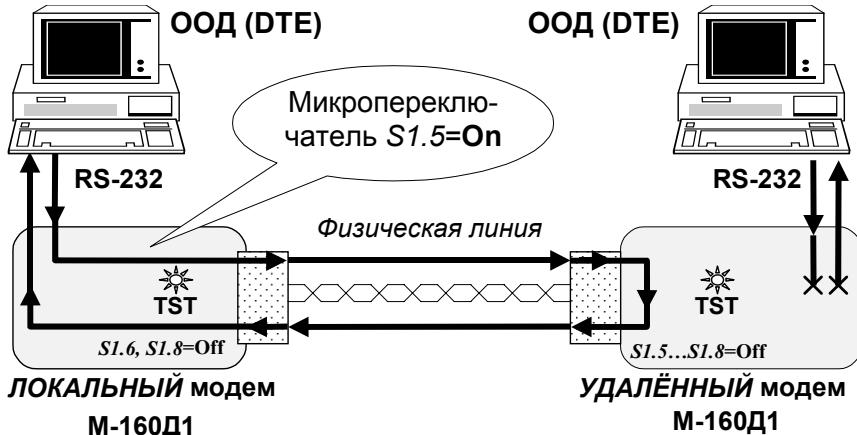

Рис. 8 Проверка Удаленный шлейф (RDL)
Проверка Удаленный шлейф (**RDL**) устанавливает заворот данных (шлейф) на УДАЛЕННОМ модеме в сторону ЛОКАЛЬНОГО модема. Проверка Удаленный шлейф (**Remote Digital Loopback**) обеспечивает возможность полной проверки канала передачи данных, образованного с помощью двух модемов М-160Д1. Рис. 8 иллюстрирует принцип проверки Удаленный шлейф (**RDL**) для одного направления. Модем позволяет выполнить проверку канала передачи данных как с помощью внешнего ООД (DTE), так и в автономном режиме с помощью встроенного анализатора – *BER*-тестера.
Для организации проверки канала передачи данных в режиме Удаленный шлейф (RDL) с помощью ООД (DTE) необходимо подключить модемы и установить требуемые параметры обмена (переключатель $S1.8=Off$). Затем на одном модеме, назовем этот модем ЛОКАЛЬНЫМ, необходимо установить переключатель $S1.5$ в положение **On**. На другом модеме, см.Рис. 8, назовём его УДАЛЕННЫМ, переключатели $S1.5\dots S1.8$ должны находиться в положении **Off** (рабочий режим).
1. ЛОКАЛЬНЫЙ модем переводит выходную цепь *DCD RS-232* в пассивное состояние, гасит индикатор **CD**, затем переводит УДАЛЕННЫЙ модем в режим заворота данных в физическую линию, см.Рис. 8.